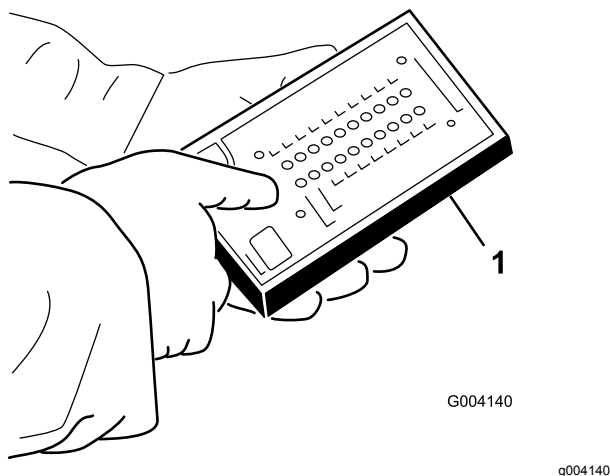

Figure 23
- Branchez le connecteur de l'outil de diagnostic ACE au connecteur du faisceau de diagnostic (Figure 23).